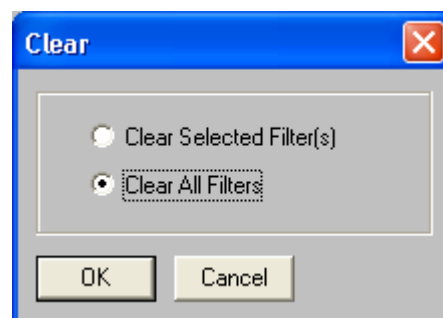

FIGURE 7-20 : Boîte de dialogue « Clear »
2. La boîte de dialogue « Clear » apparaît, comme illustré sur la droite à la figure 7-20.